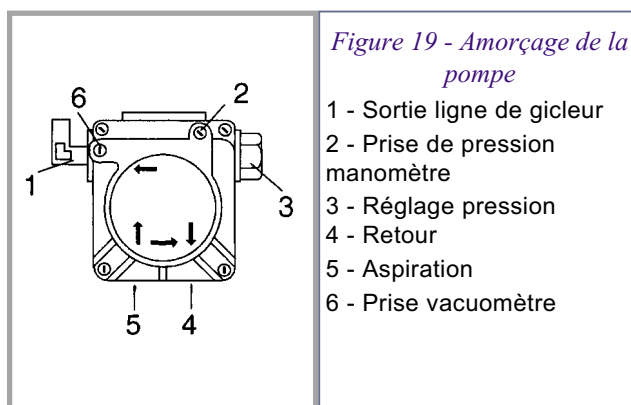

Figure 19 - Amorçage de la pompe
- Desserrer le bouchon de la prise vacuomètre (rep. 6, fig. 19) et attendre la sortie du fioul.